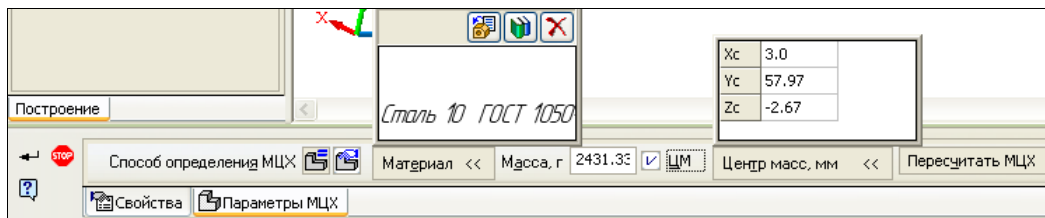

Рис. 19.3. Панель: Свойства детали с раскрытыми окнами **Материал** и **Центр масс**
♦ откройте вкладку **Параметры МЦХ** (рис. 19.3). На этой вкладке:
- в окне **Материал** нажмите кнопку . Раскроется окно (рис. 19.3), в котором по умолчанию стоит материал **Сталь 10**;